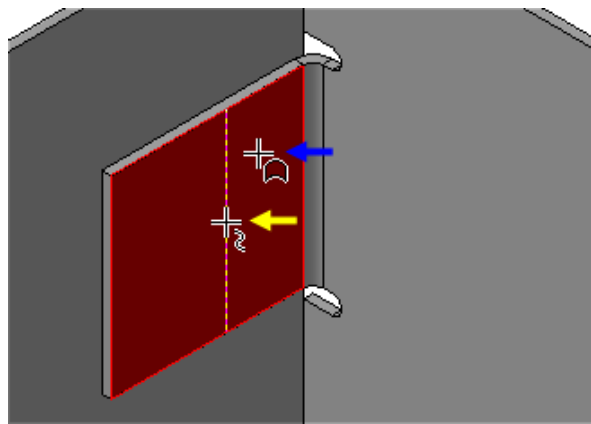

Рисунок 29.
- Укажите грань (синяя стрелка) и отрезок (желтая стрелка) (рис. 29).